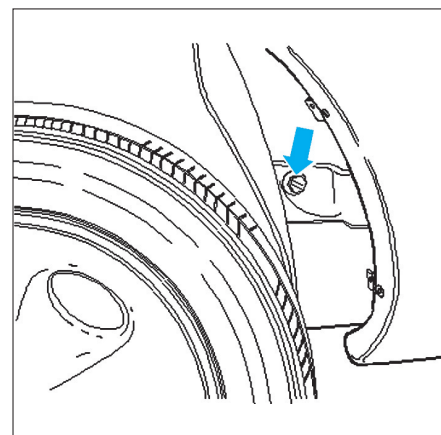

Fig. 33
- Déposer la vis des deux côtés (flèche), le véhicule posé sur ses roues. Pour ce faire, soulever le véhicule jusqu'à ce que la vis soit accessible (Fig.33).